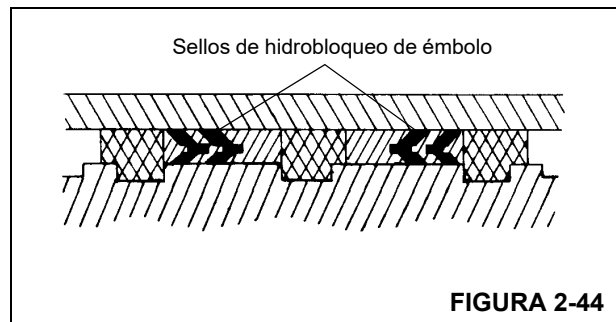

FIGURA 2-44
9. Instale los sellos de hidrobloqueo en el émbolo. Consulte la Figura 2-44 para la orientación correcta de los sellos.